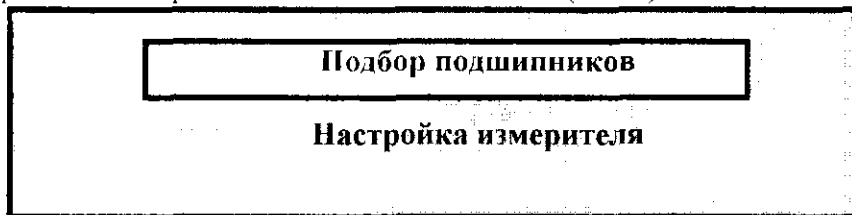
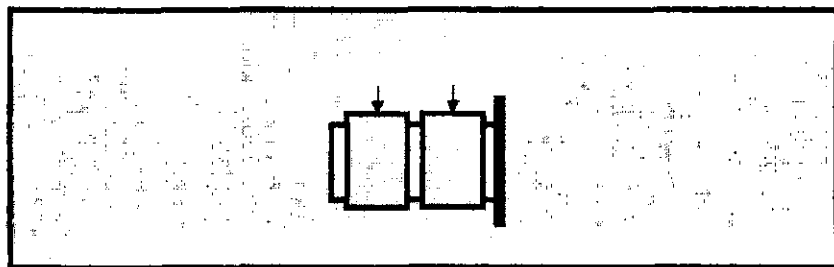
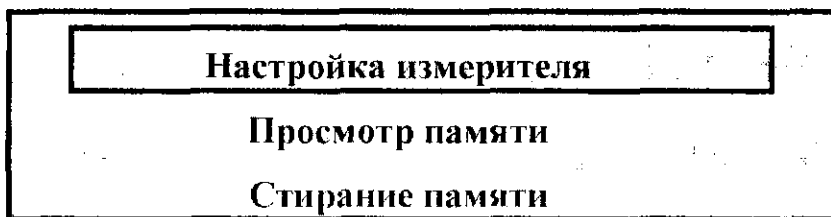
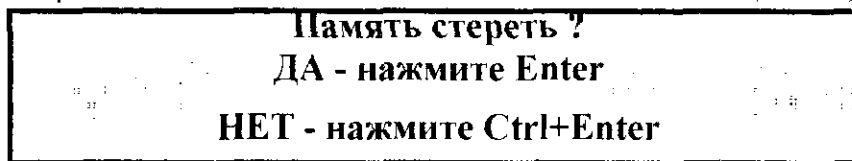

Рис. 6
Рис. 7
Рис.12
Рис. 13
На экране появится исходное меню (Рис. 6.)
Примечания: 1. Если поправка введена неверно, нужно очистить окно поправки, последовательным введением нескольких нулей, после чего повторить ввод поправки. На экране монитора появится исходное меню: (Рис. 6).
2. При необходимости повторной настройки следует подвести маркер к строке "Настройка измерителя" меню, нажимая стрелки смещения курсора, и нажав Enter, войти в подменю (Рис.13). Подведя маркер к позиции "Настройка измерителя" нажатием Enter ввести установку в этот режим.
Нажмите Enter. На экране появится изображение (Рис.7).
установка вернется к позиции 7.2.2. (Рис.7). При нажатии Ctrl+Enter установка перейдет к исходному меню (Рис.6).
7.2.4. Если подшипники не взяты, (происходит тренировка оператора или показ установки) нажмите Ctrl+Enter. Установка перейдет к исходному меню (Рис.6).
7.2.6. Если информацию в центральную ЭВМ передавать не нужно, либо установка не подключена к локальной сети, нажмите Ctrl+Enter. Установка перейдет к исходному меню (Рис.6).
Если на центральной ЭВМ выполняется работа (производится печать результатов, просмотр номеров колесных пар и т.д.), подождите пока произойдет передача. По окончании передачи установка перейдет к исходному меню (Рис.6).
7.4.1. В исходном меню (Рис.6) переведите маркер нажатием стрелки к поз. "Настройка измерителя" и нажмите Enter. Появится меню (Рис.12).
7.4.3. Нажмите Enter. Установка перейдет к исходному меню (Рис.6).
7.5.1. Переведите установку в меню (Рис.12), выполнив п. 7.4.1.
7.5.2. Подведите маркер нажатием стрелки к позиции "Стирание памяти" и нажмите Enter. Появится надпись (Рис.13).
7.5.3. Нажмите Ctrl+Enter. Появится повторная надпись (Рис.13). Нажмите Ctrl+Enter. Память сотрется. Установка перейдет к исходному меню (Рис.6).
Примечание: Если память стирать не нужно, то при любом появлении Рис.13 нажмите Enter. Установка перейдет к исходному меню без стирания памяти.